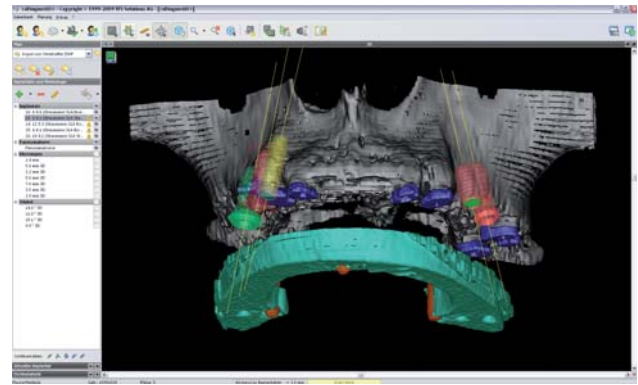

Abb. 6: Segmentierter Datensatz.
In der Planung ließen sich die Abutments mit bis zu sechs verschiedenen Parametern (u. a. Angulation) darstellen. Auch die für eine Prognose der Einheilzeit wichtige Knochendichtemessung im Implantatgebiet nach Hounsfield (HU) ließ sich durchführen. Neben Standard- und Komfortfunktionen, wie man sie bereits aus Text- und Bildbearbeitungsprogrammen kannte, verfügte das System über verschiedene aktive Messfunktionen (Strecken, Winkel, Hilfslinien) sowie zahlreiche Datenbankfunktionen. Des Weiteren stand ein Nerv-Modul zur Verfügung, womit sich der Verlauf des Kanals des Nervus mandibularis markieren und befunden ließ. Als unentbehrlich und unverzichtbar stellte sich im Verlauf der Planung das Parallelisierungswerkzeug dar. Dieses ermöglichte es, alle oder einzeln zueinander geplante Implantate zu parallelisieren, was eine nicht zu unterschätzende Erleichterung für die spätere zahn-technische Realisierung in der prothetischen Phase bedeutete. Mehrere Alternativplanungen pro Fall waren möglich und konnten abgespeichert werden. Zur besseren Darstellung und Übersichtlichkeit stellte das Programm den sogenannten Segmentierungsmodus zur Verfügung (Abb. 6). Vereinfacht ausgedrückt, lassen sich damit verschiedene Gewebearten (z. B. Knochen und Haut) und unterschiedliche Areale (z. B. Zahnaufstellung der Schablone oder die natürliche Zahnreihe) innerhalb der Schichtbilddaten verschiedenfarbig rekonstruieren, sodass dadurch ein recht beeindruckendes 3-D-Bild entstand.